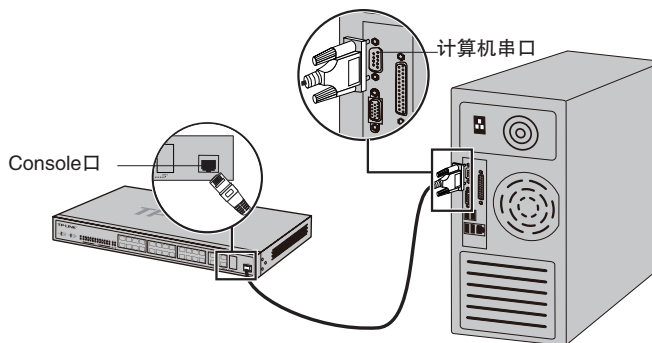

图3-3 Console接口连接示意图
2. 将Console连接线的RJ45端连到交换机的Console口上, 如图3-3所示;